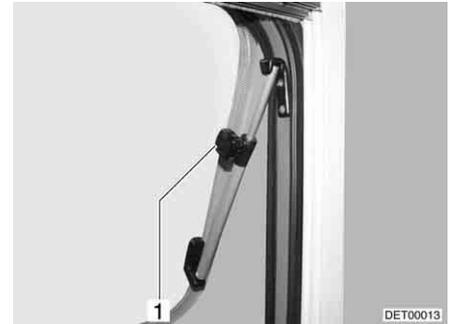

Fig. 73 Claraboya con soportes giratorios, abierta
- Abrir la claraboya hasta la posición deseada y fijarla con el botón moleteado (Fig. 73,1).
- Girar el botón moleteado (Fig. 73,1) hasta que se libere el bloqueo.